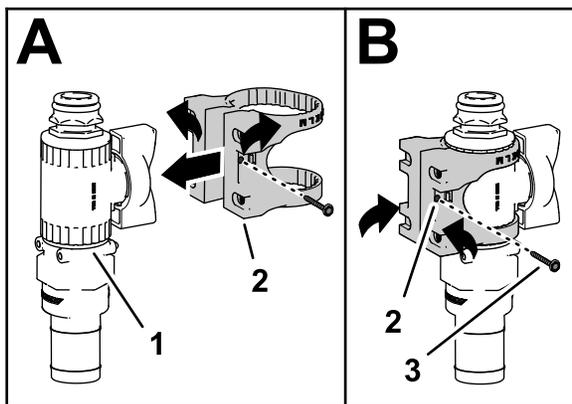

Figura 32
3. Monte a base da válvula na válvula de controlo, conforme se mostra em A de Figura 32.
4. Prenda a ferragem da válvula à válvula de controlo com o parafuso de cabeça flangeada (N.º 6) e aperte o parafuso manualmente (B de Figura 32).